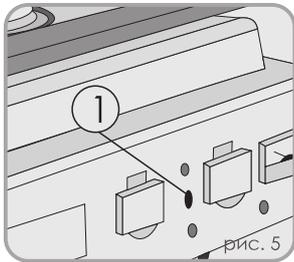

рис. 5
2. Вставьте разъем в гнездо для подключения 220В генератора(поз.1 на рис. 5)